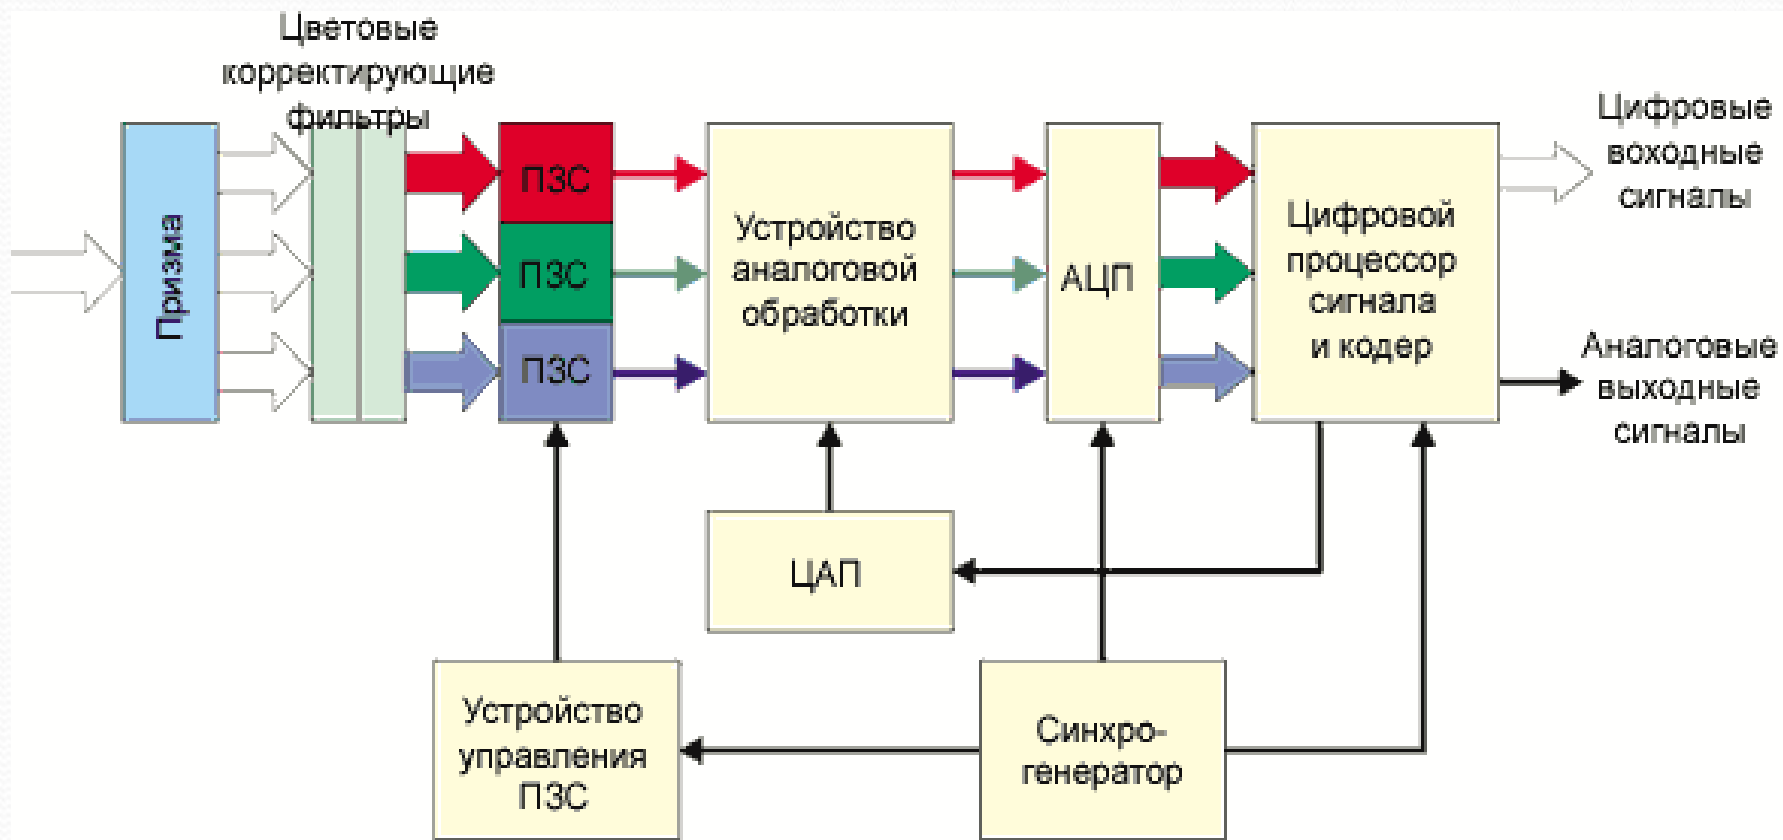

Рис. 2. Камерная головка
- Объективы имеют регулируемые диафрагму, трансфокатор и фокусировку. Они снабжаются дополнительными сменными светофильтрами. Основной блок видеокамеры - камерная головка (рис. 2), которая состоит из узла преобразования "свет-сигнал" и цифрового процессора обработки сигнала изображения (рис. 3).